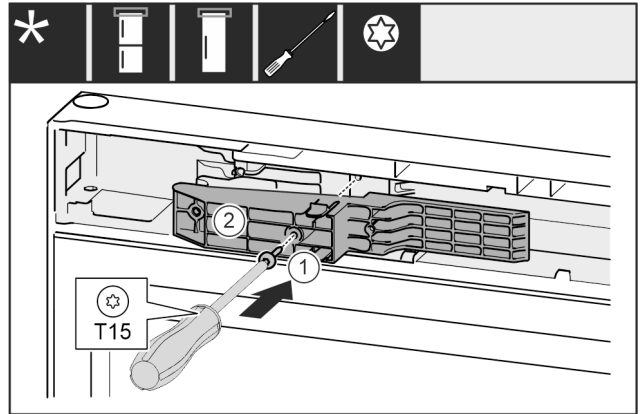

Fig. 64 *
- ▶ Adapterstück Fig. 64 (1) auf der Griffseite in die Aussparung einsetzen.*
- ▶ Schraube Fig. 64 (2) mit Schraubendreher festschrauben.*